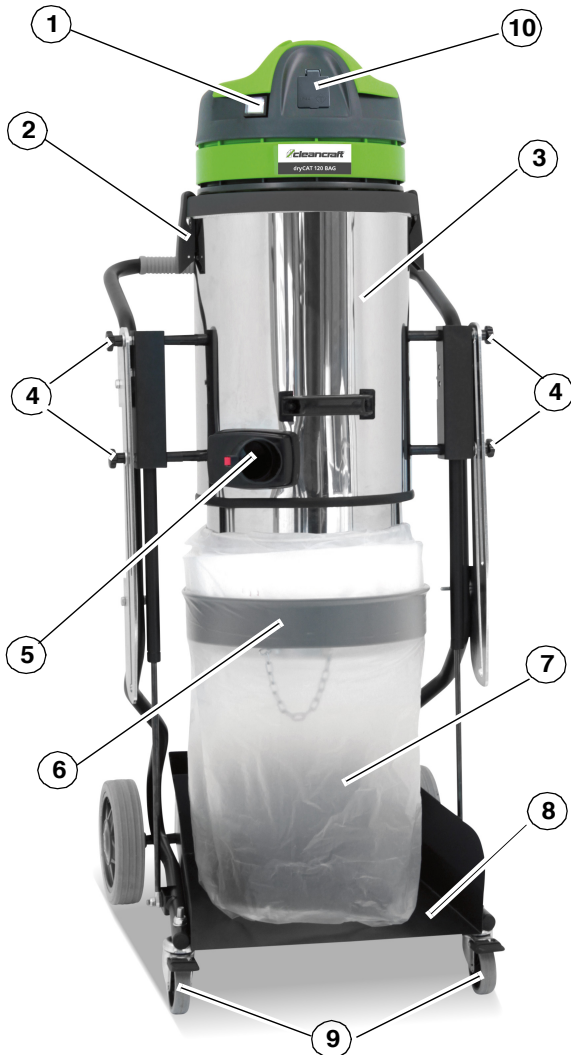
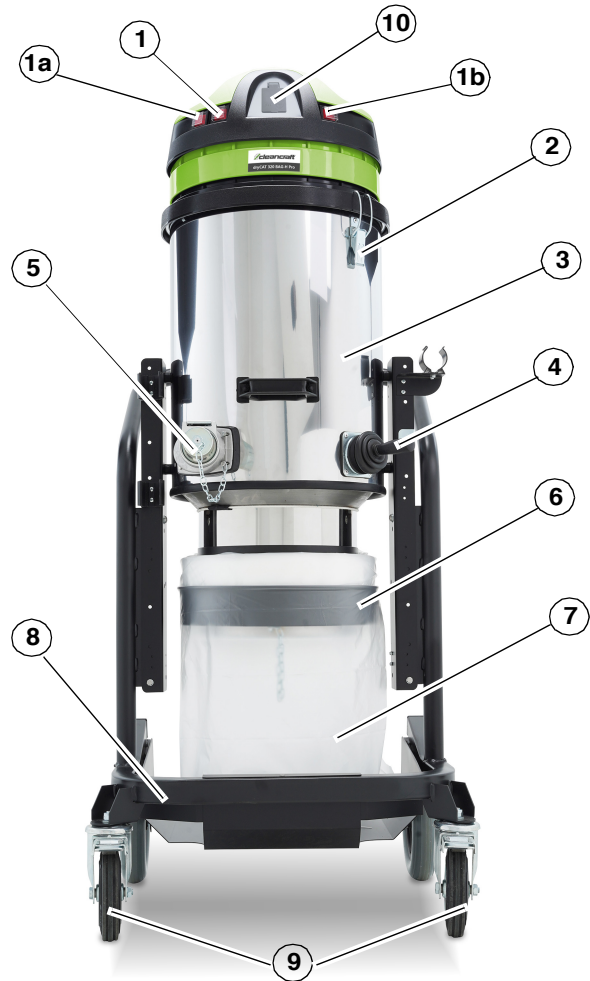
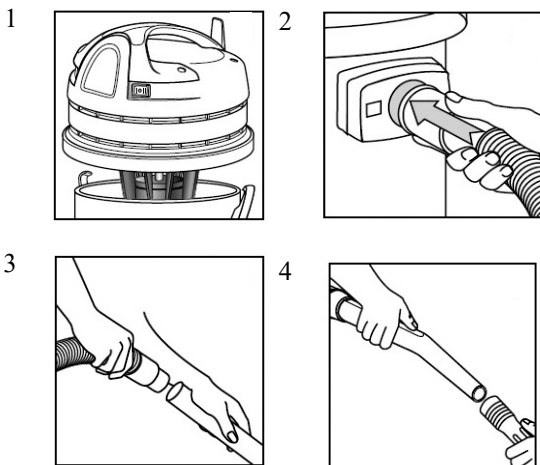

Abb. 5: Gerätebeschreibung dryCAT 120 BAG
Abb. 6: Gerätebeschreibung dryCAT 320 BAG-H Pro
Abb. 9: Betrieb
dryCAT 120 BAG (Pos. 1, Abb. 5)
dryCAT 320 BAG-H Pro (Pos. 1, 1a, 1b; Abb. 6)
Den Filter mit dem Hebel an der Filterkammer (Pos. 4, Abb. 6) rütteln. Die Filterreinigung sorgt für maximale Saugleistung, auch im Dauerbetrieb.
Trolley (Pos. 8, Abb. 5 bzw. Abb. 6)
Zusätzliche Steckdose (Pos. 10, Abb. 5 bzw. 6)
Schritt 3: Das Kopfteil auf den Behälter montieren und mittels der Haken (Pos. 2, Abb. 5, bzw. Abb. 6) festmachen (Pos. 1, Abb. 9)
Schritt 4: Den Schlauch in den Stutzen stecken (Pos. 2, Abb. 9)
Schritt 5: An das Ende des Schlauchs den Griff anschließen und das gewünschte Zubehörteil anschließen (Pos. 3 und 4, Abb. 9).
Schritt 1: Lösen Sie die vier Stellschrauben (Pos. 4, Abb. 5) und entriegeln Sie den Tank aus der Transportstellung (Abb. 10).
Schritt 3: Verriegeln Sie den Behälter und sichern Sie die Stellschrauben (Pos. 4, Abb. 5)
Schritt 1: Lösen Sie die vier Stellschrauben (Pos. 4, Abb. 5) und entriegeln Sie den Tank aus der Arbeitsstellung (Abb. 13).